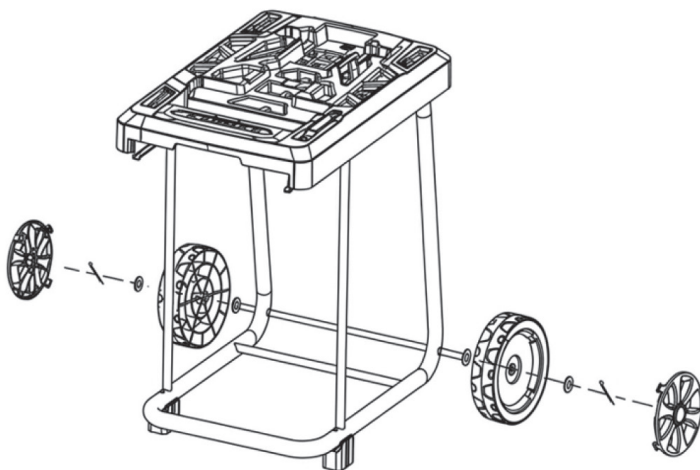

Рис. 5
3. Снимите с оси шайбы и шплинты, установите колёса в соответствии со схемой сборки, затем снова установите шайбы и шплинты. После этого установите колпачки колёс (Рис. 5).